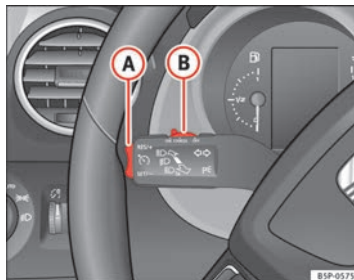

Abb. 153 Blinker- und Fernlichthebel: Schalter und Wippe für die Geschwindigkeitsregelanlage
- Schieben Sie den Schalter ⇒ Abb. 153 **(A)** nach links auf **ON**.